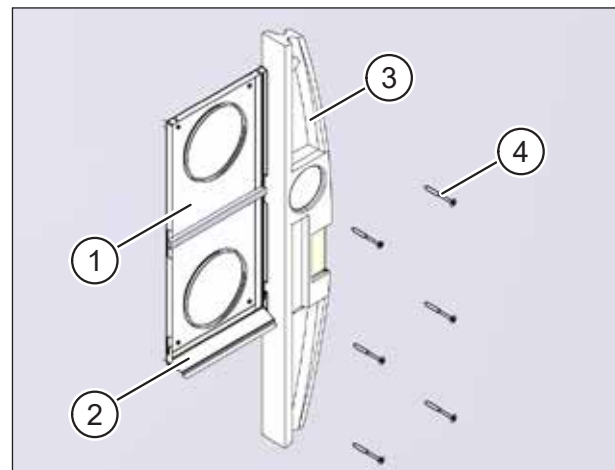

Abb. 18: Grundplatte befestigen
- ▶ Setzen Sie die Grundplatte (Pos. 1 in Abb. 18) vorsichtig und lagerichtig auf die Lüftungsrohre auf. Achten Sie darauf, dass die Dichtungen nicht beschädigt werden.
- ▶ Beachten Sie, dass die Tropfnase (Pos. 2 in Abb. 18) nach unten zeigt.
- ▶ Richten Sie die Grundplatte mit einer Wasserwaage (siehe Pos. 3 in Abb. 18) lotrecht aus.
- ▶ Befestigen Sie die Grundplatte mit den sechs mitgelieferten Schrauben (Pos. 4 in Abb. 18).